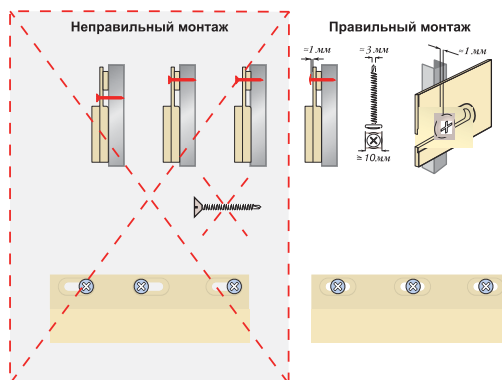

Рис. 3
- Закрепите фасадный J-профиль по аналогии с монтажом всех используемых элементов системы (Рис. 3). Для того, чтобы завести панель в универсальный J-профиль, его достаточно отогнуть.
- Закрепите вторую панель на обрешетке, руководствуясь рекомендациями (Рис. 3). Последующие панели устанавливаются аналогично.